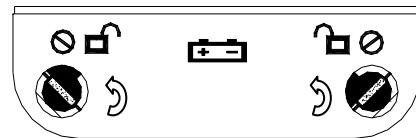
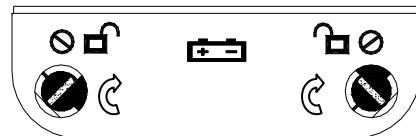

图 1
图 2
- 拧出后壳上固定电池盖的锁紧扣，退出电池盖；（如图 1 所示）
- 装上电池盖，拧紧锁紧扣。（如图 2 所示）
按电池盖上指示的方向打开锁紧扣。即● 相同逆时针方向各自旋转到止位，左边●一字槽与标识●相同方向时为可打开；右边●一字槽与标识●相同方向时为可打开，如下图 1 状态时方可取下电池盖。
按电池盖上指示的反方向锁紧电池盖锁紧扣。先把电池盖锁紧扣按指示打开的方向（见图 1）收回原处，锁紧扣完全压进顺时针方向旋转 90 度（见图 2）。即● 相同顺时针方向各自旋转到止位，左边●一字槽与标识●成 90 度方向时为锁紧；右边●一字槽与标识●成 90 度方向时为锁紧，如下图 2 状态时为电池盖关闭。